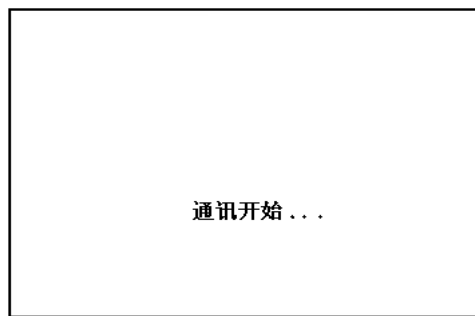

图 17
3. 安装完毕后，在测试仪的主菜单下，移动光标至 **PC** 通讯，按下后液晶屏显示“通讯开始”（图 17）。